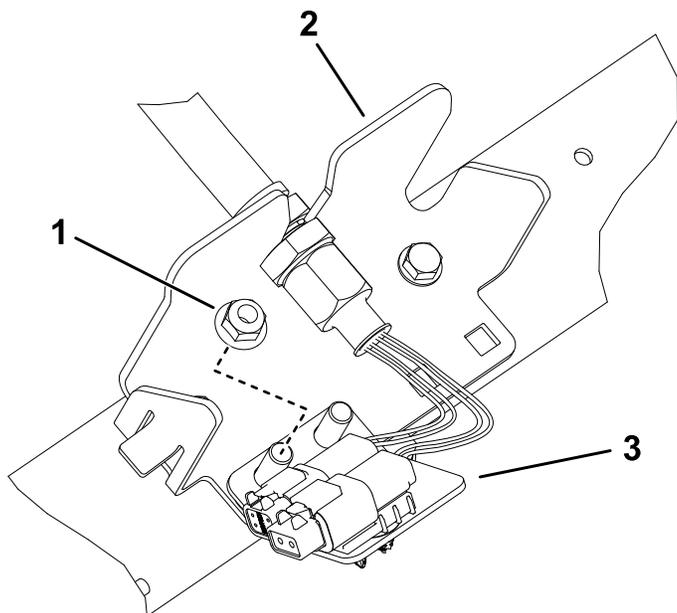

Figura 30
- 6. Ripetete la procedura nelle 4 posizioni di supporto rimanenti, come illustrato nelle immagini da Figura 27 a Figura 30.